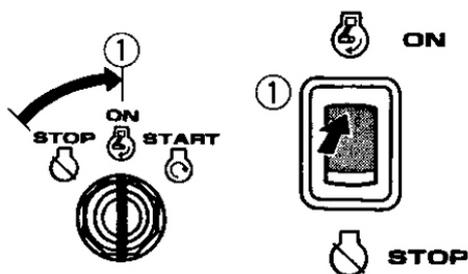

Рис.12
2. Переведіть перемикач запалювання двигуна в положення ON («УВИМК.»)(Рис.12).
6. Переведіть важіль повітряної заслінки карбюратора в положення OFF («ВИМК.»)(Рис. 12).